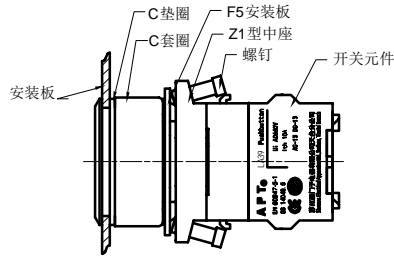

图2
a. 安装板厚<1.5mm时, 除C1-X(S)D/外的型号增加图2所示2个C垫圈, C1-X(S)D/型装1个;